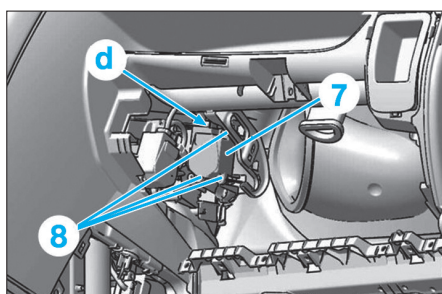

Fig. 28
- Débrancher le connecteur (d) (Fig.28).